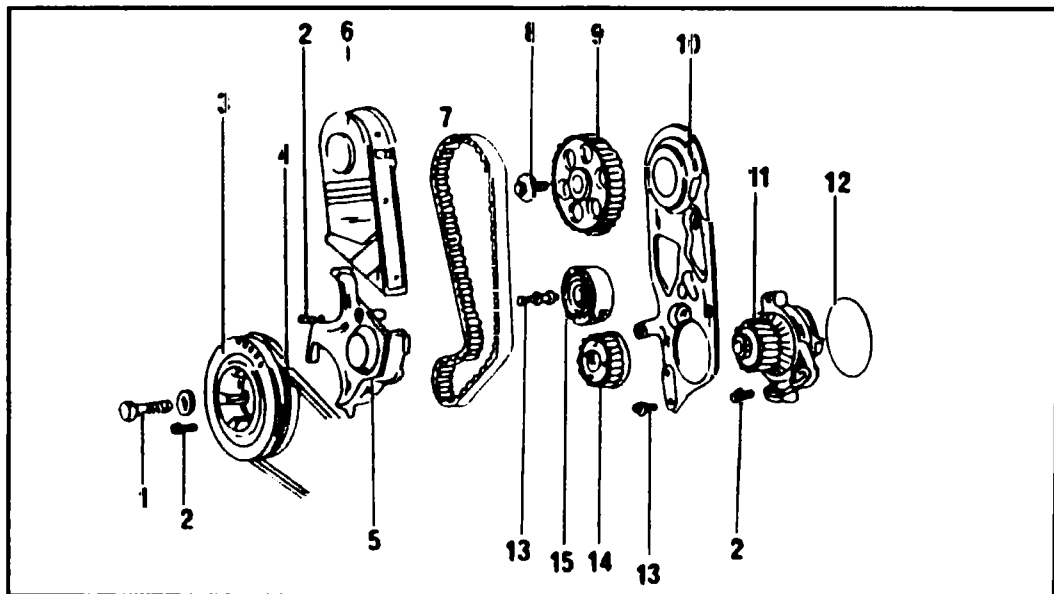

Рис. 3.23 Устройство привода газораспределения - двигатель 2.4 л
Устройство привода газораспределения двигателя 2.4 л показано на рис. 3.23. Все работы на приводе газораспределения необходимо выполнять очень внимательно и аккуратно, так как неправильная установка зубчатого ремня вызовет немедленное повреждение двигателя. Также вращение распредвала или коленвала без зубчатого ремня приведет к повреждению клапанов или поршней.
Установленный в головке блока распредвал приводится зубчатым ремнем, надетым на зубчатые шкивы распредвала, коленвала, насоса системы охлаждения и гладкий шкив. Приводной шкив ТНВД установлен на распредвале с противоположной стороны. ТНВД приводится также зубчатым ремнем. Привод ТНВД показан на рис. 3.23.
◆ Во время замены зубчатых ремней необходимо пользоваться рис. 3.23 и 3.24. Переднюю панель автомобиля наклоните вперед и снимите защиту картера двигателя как это описано в Главе 1.
- ◆ Во время замены пользуйтесь рис. 3.23.